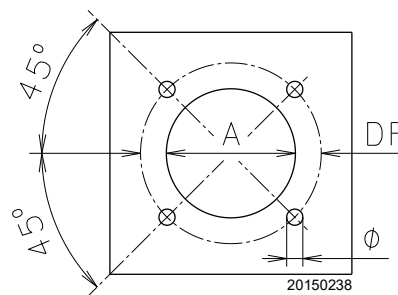

Рис. 14
- Установіть пальник у попередньо підготовлений отвір котла (Рис. 14) і зафіксуйте його гвинтами з комплекту постачання.